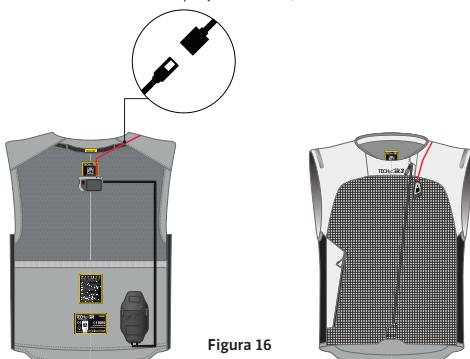

Figura 16
1. Accedere alla Centralina Elettronica (3) presente nella tasca situata sul retro del Sistema. Per accedere alla tasca, aprire il gilet utilizzando la zip e i ganci presenti nella parte interna del gilet.
2. Scollegare il cavo che alimenta il Display a LED (2), come indicato nella Figura 16.